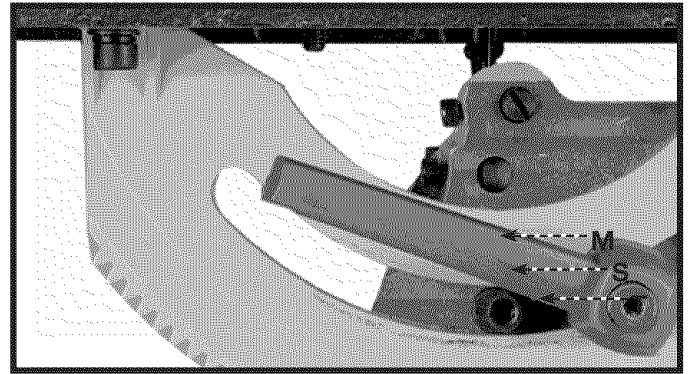

Fig. 16
- Afloje el del tornillo (T) Fig.16 y alinee la flecha con "0" marca en la escala (M) de trunnion. Apriete seguramente.